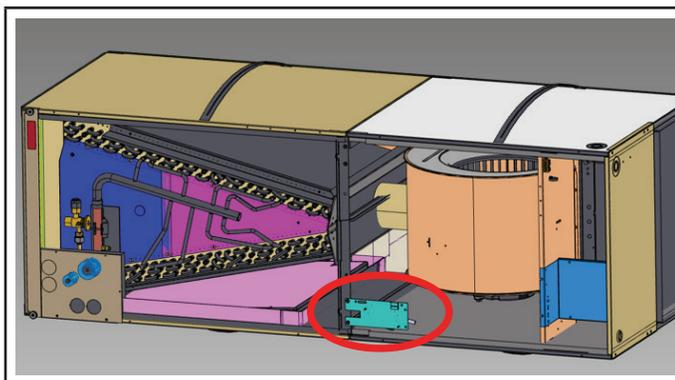

FIGURE 9
- 3 - Les panneaux du ventilateur-convecteur étant retirés, installez le support du capteur sur l'unité en alignant les trous du support central comme illustré sur la figure 9. Remarque : le capteur doit être orienté vers l'intérieur de l'unité.